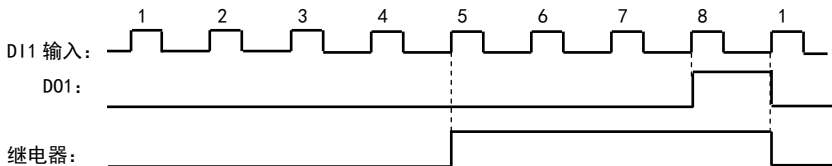

图 6-10 设定计数次数与指定计数次数示意图
- 设定计数次数是指从 D11 输入多少个脉冲时，被编程为“设定计数值到达”功能的输出端子 (D01 端子或继电器) 输出一个计数宽度的脉冲。计数值到达“设定次数”后，计数重新开始。如图 6-10 所示：若 F313=1、F314=8, F301=8, 当 D11 输入第 8 个脉冲时，D01 输出一个指示信号。
如图 6-10 所示：若 F313=1、F314=8, F315=5, F300=9, 当 D11 输入第 5 个脉冲时，继电器输出一个指示信号，直到“设定计数次数 8”到达为止。